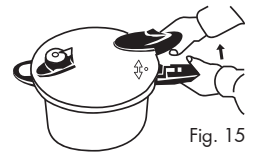

Fig. 15
b) Gire el asa superior en sentido antihorario (Fig. 15).